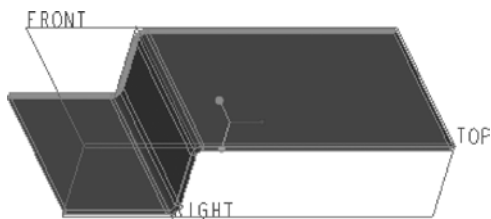

图 5-31 创建拉伸壁
(6) 在“拉伸”选项卡中单击✔（完成）按钮，完成的拉伸壁作为钣金件的第一壁，如图 5-31 所示。